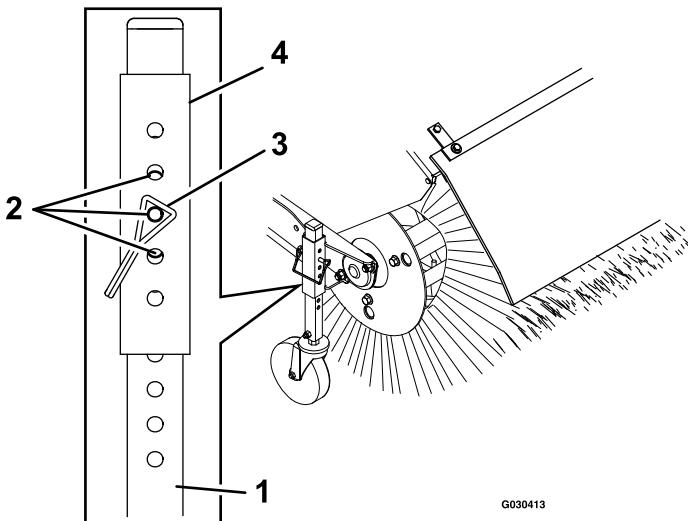

Рисунок 17
5. Чтобы отрегулировать высоту щетки, извлеките штифт из регулировочной втулки и трубки поворотного колеса (Рисунок 17); сохраните штифт.
7. Для более точной настройки переместите регулировочную втулку в трубке поворотного колеса на одно отверстие вверх или вниз, что соответствует изменению высоты щетки на 3 мм (Рисунок 17). Повторите пункты с 5 по 7 для другого поворотного колеса.